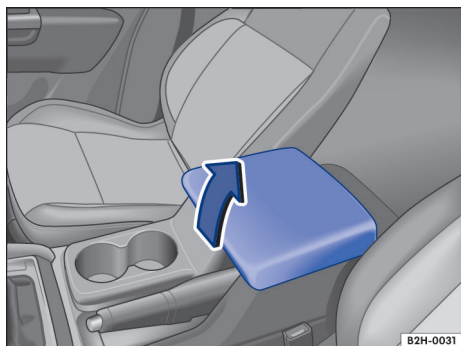

Fig. 119 Porta-objetos no descansa-braço central dianteiro.
- Levantar o descansa-braço totalmente para cima no sentido da seta → **Fig. 119**.
- Conduzir o descansa-braço para baixo contra o sentido da seta → **Fig. 119**.